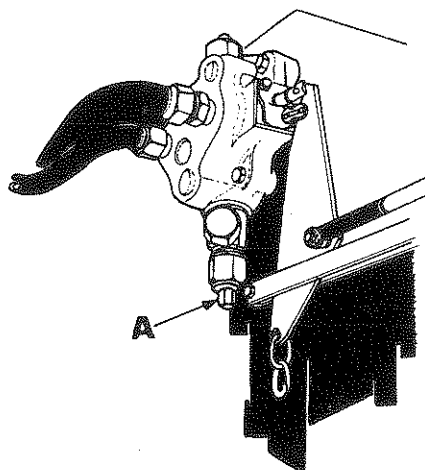

Fig. 53
2. Enlever le capuchon JIC de l'orifice 'A' de la gauge de tension voir Fig. 53.